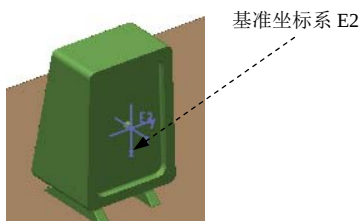

图 17.2.45 指定入终止端口
(2) 单击 **至** 区域下的文本框中 **选择项** 字符，选取图 17.2.45 所示的 E2 为终止入口端。